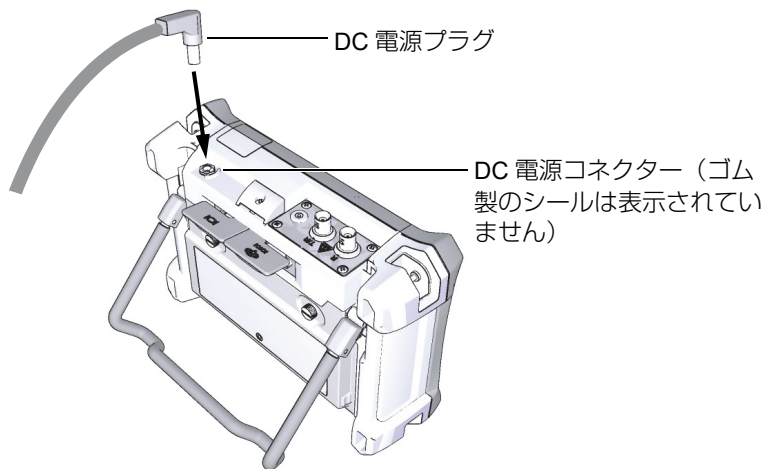

図 2-3 DC 電源プラグの接続
3. チャージャー / アダプターからの DC 電源プラグを DC アダプターコネクタに接続します (58 ページの図 2-3 参照)。